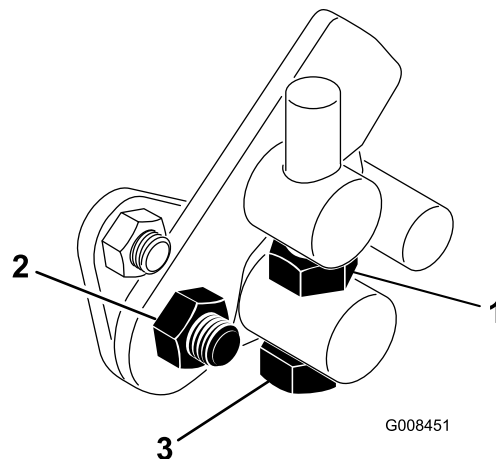

図 45
1. トラニオンボルトのジャムナットをゆるめる 図 45。
4. トラニオンボルトのジャムナット、およびペダルピボットのナットを締め付けて調整を固定する 図 45。調整を確認し、必要に応じて再調整する。